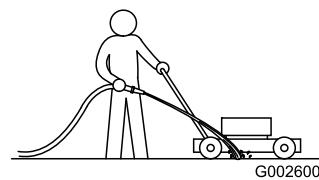

Figura 17
3. Com o motor a funcionar e a lâmina engatada, deixe correr água em frente da roda traseira direita (Figura 17).